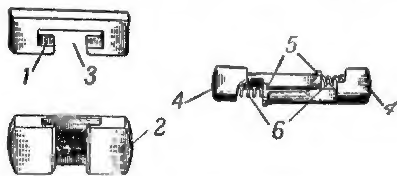

Рис. 13. Хомутик прицельной планки:
14. Хомутик прицельной планки (рис. 13) служит для придания надлежащей высоты гривке прицельной планки. Он имеет: продольный